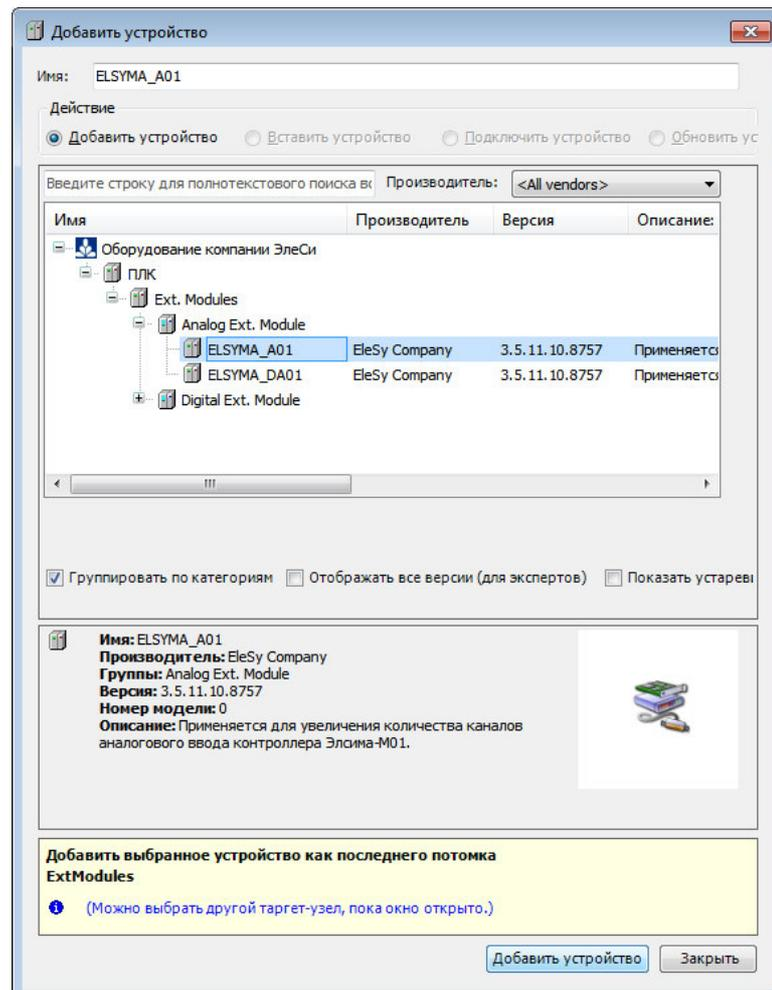

Рисунок 5.7 – Окно добавления устройств. Добавление аналогового модуля
4. Кликнуть правой кнопкой мыши по узлу *ExtModules* (находится в *ELSYMA_M01*) и выбрать команду «*Добавить устройство...*» (рисунок 5.7). В поле **Производитель:** следует выбрать *EleSy Company*, выбрать устройство *ELSYMA_A01* и нажать кнопку «*Добавить устройство...*».